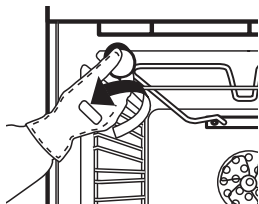

fig. 5
- 2. Draai het beschermkapje los (Fig. 5), vervang het lampje (zie de opmerking voor het type lampje) en draai het beschermkapje weer vast.